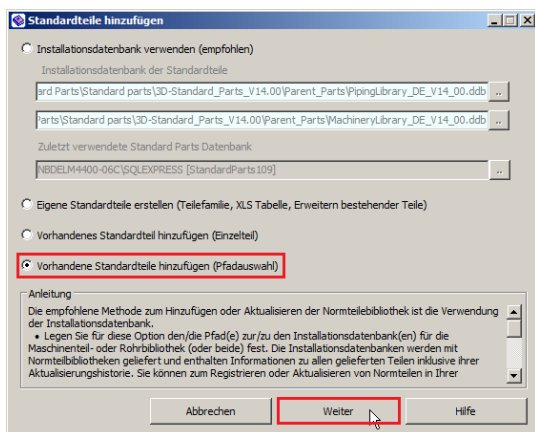
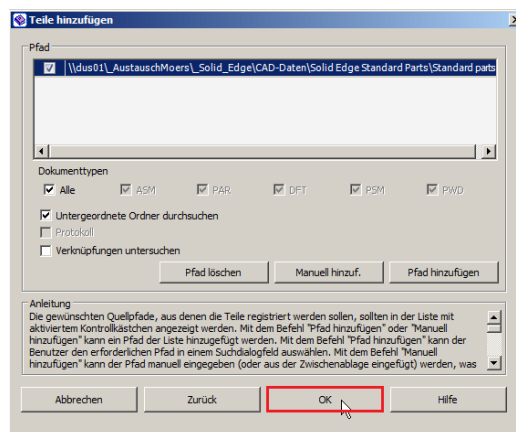

Abbildung 19
Abbildung 20
- 5.4. Die schnellste und einfachste Methode alle installierten Normteile zur Datenbank hinzuzufügen ist der 4. Punkt *Vorhandene Standardteile hinzufügen* (Abb. 19). Im nächsten Fenster wird der Installationsordner angezeigt (Abb. 20). Dieses Fenster bestätigen Sie ohne Änderungen. Der erste Punkt *Installationsdatenbank verwenden* bietet weitere Möglichkeiten, die zur Verfügung stehenden Normteile auszuwählen und einzuschränken. Dies ist recht aufwändig und wird in der Praxis nur von sehr wenigen Unternehmen genutzt und benötigt. Daher wird dieses Vorgehen hier nicht weiter beschrieben.